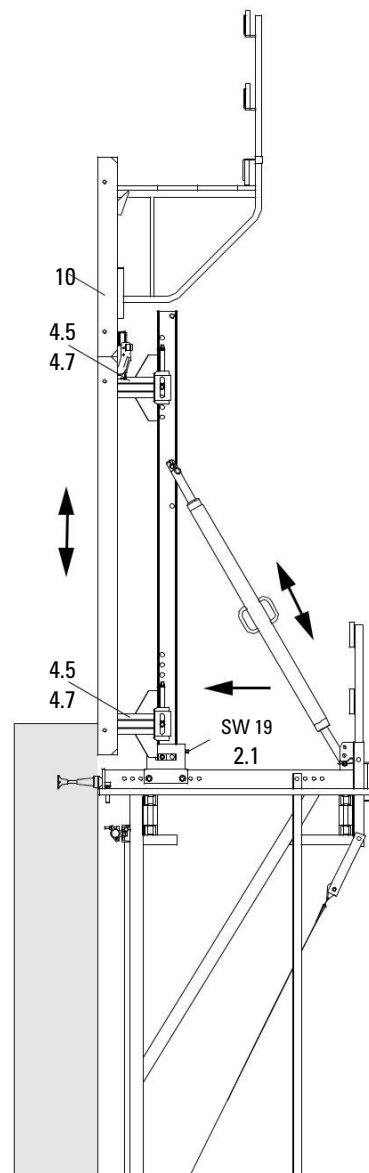

Fig. B2.23
5. Поставете кофражния елемент (10) с монтажната лапа MAXIMO (10.6) в държачите СВ (4.5) и осигурете с щифт (4.7).
8. Нагласете кофража, виж B3. (Fig. B2.23)